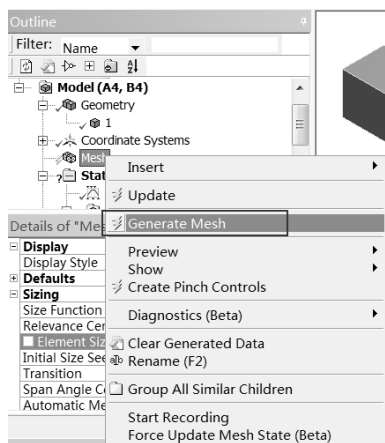

图 6-47 生成网格
Step1：选择 Mechanical 界面左侧 Outline（分析树）中的 Mesh 选项，此时可在 Details of “Mesh”（参数列表）中修改网格参数，如图 6-47 所示，在 Element Size 中设置 0.10m，